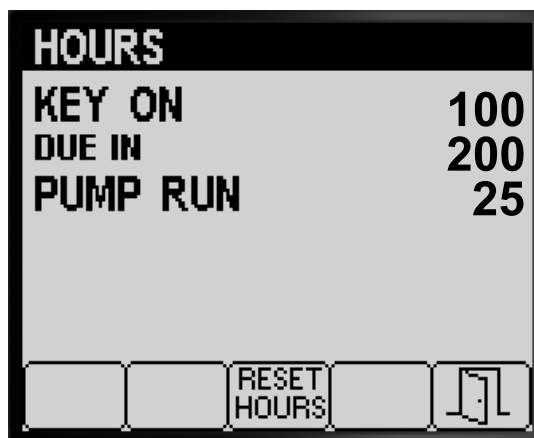

Figura 81
3. Utilize as informações do contador (Figura 81) indicadas no ecrã para determinar o seguinte:
4. Para repor as horas de todas as informações do contador, prima o botão 3 (Figura 81).
5. Prima o botão 5 para sair do ecrã HORAS e voltar ao ecrã MANUTENÇÃO (Figura 81).